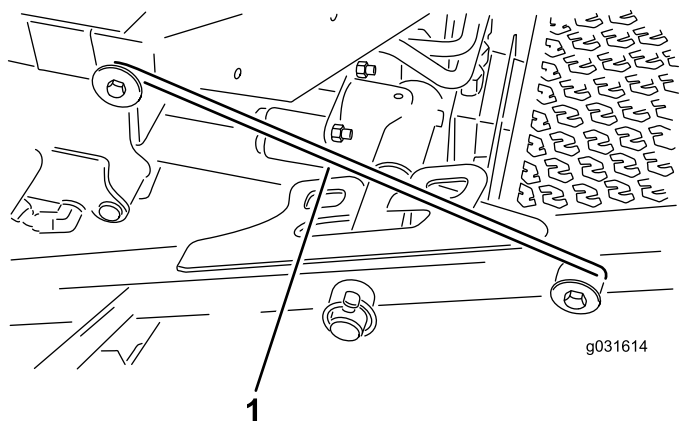

Figura 31
4. Liberate l'asta del dispositivo di sicurezza dal fermo del telaio portante anteriore (Figura 31).
5. Sollevate la parte esterna degli apparati di taglio anteriori e agganciate il dispositivo di sicurezza al perno del telaio presente sulla parte anteriore della piattaforma dell'operatore (Figura 31).